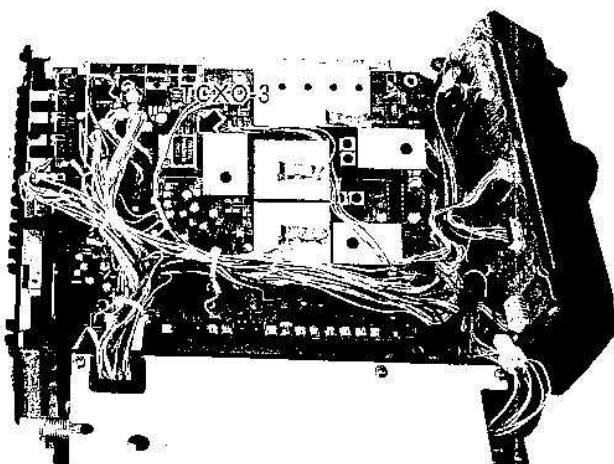

Figura 9: Posición de la unidad TCXO-3
- ☐ Enderece las puntas en el módulo TCXO-3 en caso que sea necesario. Luego, colóquelo de manera tal que el agujero del potenciómetro quede orientado como se ve en la Figura 9 (la etiqueta debe verse al revés cuando se mira desde atrás) y empujelo para que las puntas del módulo pasen a través del tablero. Mantenga el módulo firme contra el tablero mientras suelda sus conductores en el lado contrario. Corte cualquier sobrante de las puntas conductoras.